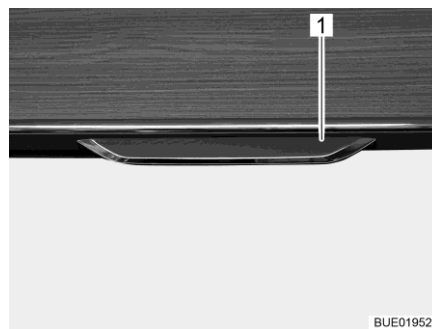
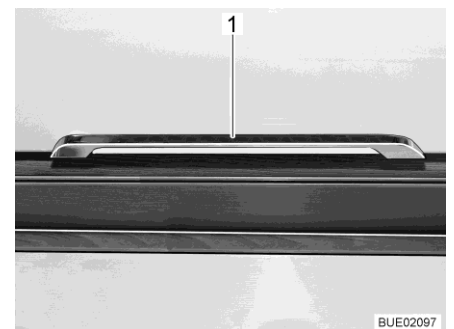

Fig. 68 Trampilla de mueble con tirador de desbloqueo
Fig. 69 Tirador de desbloqueo (Ixeo T)
- Tirar el tirador de desbloqueo (Fig. 68,1 y Fig. 69,1) hacia fuera o hacia abajo.